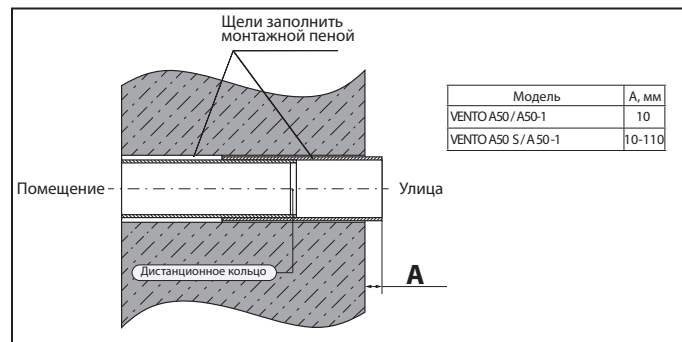

Рис. 8. Монтаж телескопического канала
2. Установите телескопический канал в стене. С наружной стороны стены канал должен выступать на расстояние А, указанное на рис. 8.